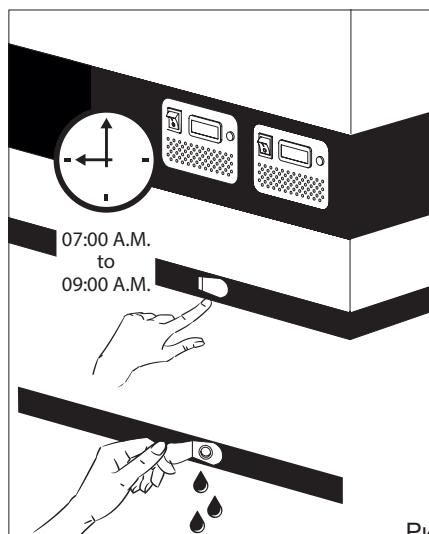

Рис. 9
1. Отключите питание, нажав кнопку ON/OFF. Важно! Отключите питание ТОЛЬКО отсека для вакцин. (См. Рис. 9)